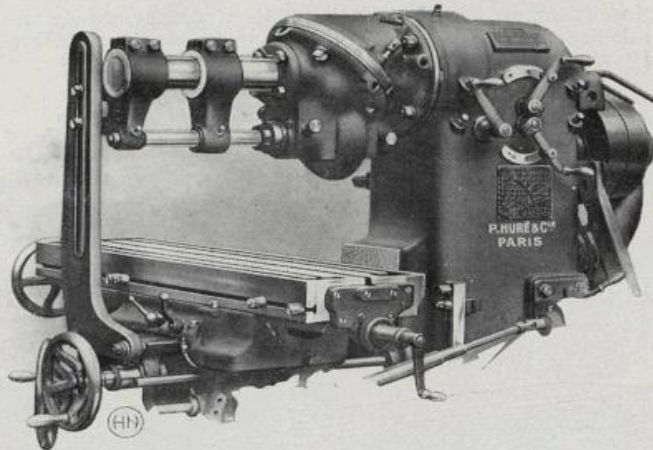

FIG. 261.
**Position horizontale normale (fig. 261)**